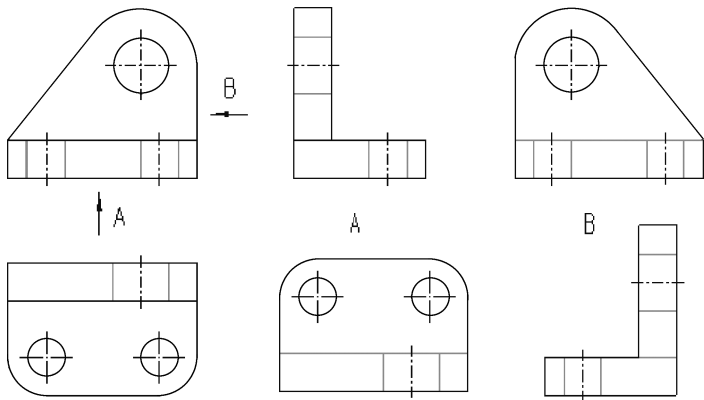

图 10-96 完成向视图标注
(14) 切换至【注释】选项卡, 在【插入】选项组中单击【注解】按钮 , 出现【注释类型】菜单。
(15) 选择【无引线】|【输入】|【水平】|【标准】|【缺省】|【进行注解】选项, 出现【获得点】菜单。
(16) 选择【选出点】选项, 系统提示“选取注解的位置”, 在仰视图上方单击, 确定插入注解的位置。
(17) 消息区提示“输入注解”, 在文本框中输入“A”, 按<Enter>键确认, 再次提示“输入注解”, 不输入任何值, 按<Enter>键确认。
(18) 重新回到【注释类型】菜单, 直接选择【进行注解】选项, 在右视图上方单击, 确定插入点, 消息区提示“输入注解”, 在文本框中输入“B”, 按<Enter>键确认, 再次提示“输入注解”, 不输入任何值, 按<Enter>键确认。
(19) 选择【注释类型】菜单中的【完成/返回】选项, 标记完成的两个视图的名称。
(20) 此时两个文字均呈红色加亮显示, 表示被选中, 在图形区按下鼠标右键, 在弹出的快捷菜单选择【文本样式】选项, 弹出【文本样式】对话框, 取消高度后面的【缺省】复选框的选中, 将文字的高度修改为“5”, 单击【确定】按钮, 完成文本高度的修改, 最后结果如图 10-96 所示。